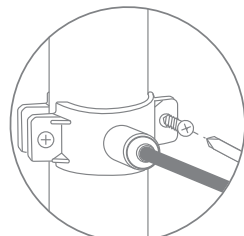

Рис. 12
5. Прочно закрепите хомут на дренажной линии с помощью винтов (рис. 12). Винты крепления необходимо затягивать равномерно (без перекоса), чтобы обе части хомута располагались параллельно.